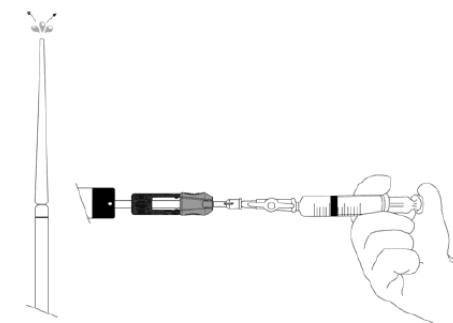
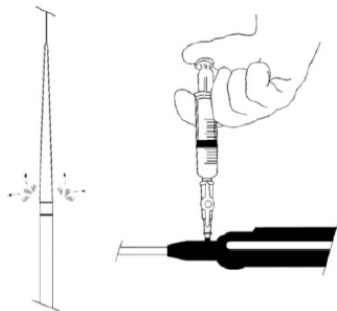

Figura 8: Lavagem do dispositivo
Figura 9: Retirada de ardo dispositivo
6. Lave a porta de infusão do fio-guia (Figura 8) com, no mínimo, 5 cc de infusão salina heparinizada. Lave o sistema introdutor do dispositivo principal com no mínimo 20 cc de solução salina heparinizada na porta de infusão bidirecional (Figura 9) para retirar o ar pelo lado de dentro da bainha. Confira se é possível ver a infusão salina saindo da área da ponta. Inspeção o sistema visualmente para verificar se há restos de ar e repita o procedimento, se necessário.
19. Lave o orifício de infusão do fio-guia (Figura 8) com, no mínimo, 5 cc de infusão salina heparinizada. Lave o sistema de liberação da perna com no mínimo 20 cc de solução salina heparinizada no orifício de infusão bidirecional (Figura 9) para eliminar o ar pelo lado de dentro da bainha. Confira se é possível ver a infusão salina saindo da área da ponta. Inspeccione o sistema visualmente para verificar se há restos de ar e repita o procedimento, se necessário.